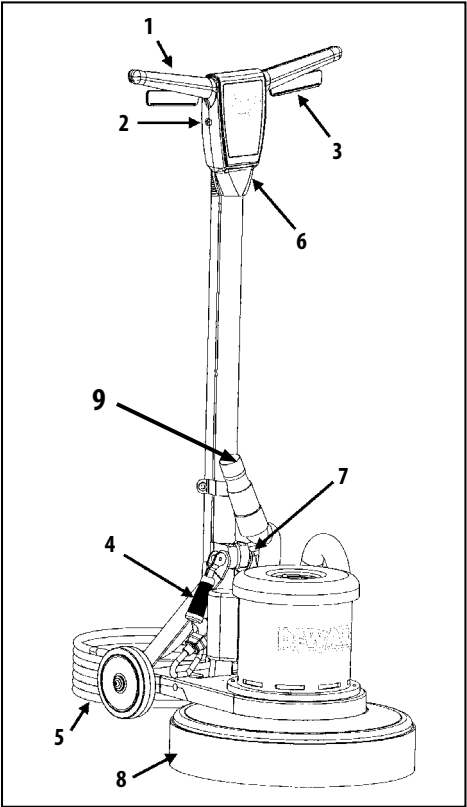

Figura 1
Familiarícese Con Su Máquina (Figura 1)
- 2. 216-RS: Instale el faldón de polvo como se muestra en la figura 1, ítem 8; tensando la banda hacia abajo.